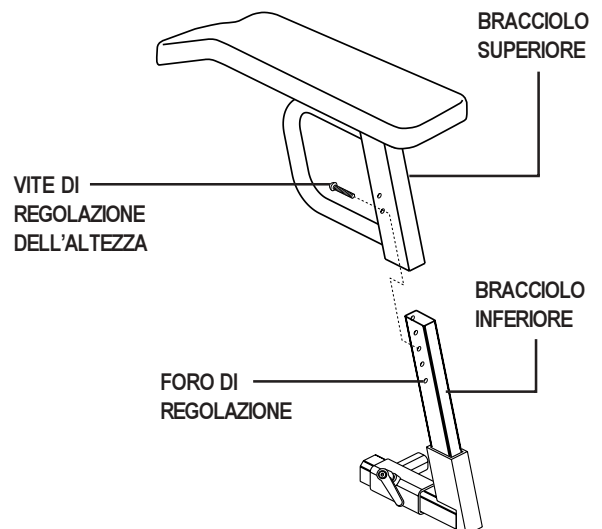

Figura 14. Regolazione dell'altezza del bracciolo
1. Estrarre la vite di regolazione dell'altezza dal bracciolo. Vedere figura 14.